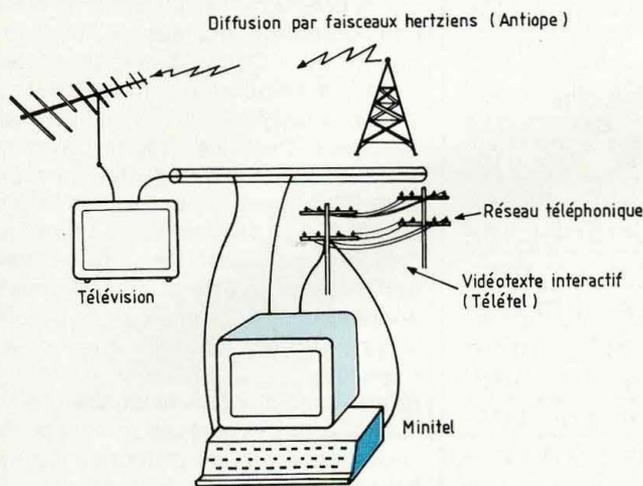

Fig. 1 : Moyens de communication vidéotexte.
**L**e vidéotexte fait partie d'un vaste plan élaboré par les PTT et destiné à fournir à un utilisateur un service de communications permettant de transmettre des pages de caractères ou de symboles graphiques sur un écran de visualisation. En France, il existe deux types de vidéotextes Antiope et Télétel (figure 1).